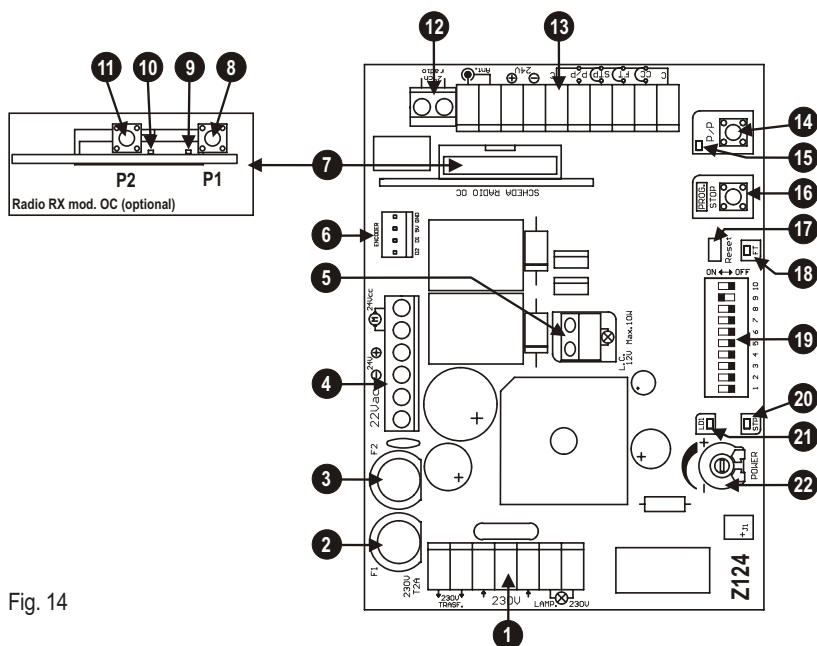
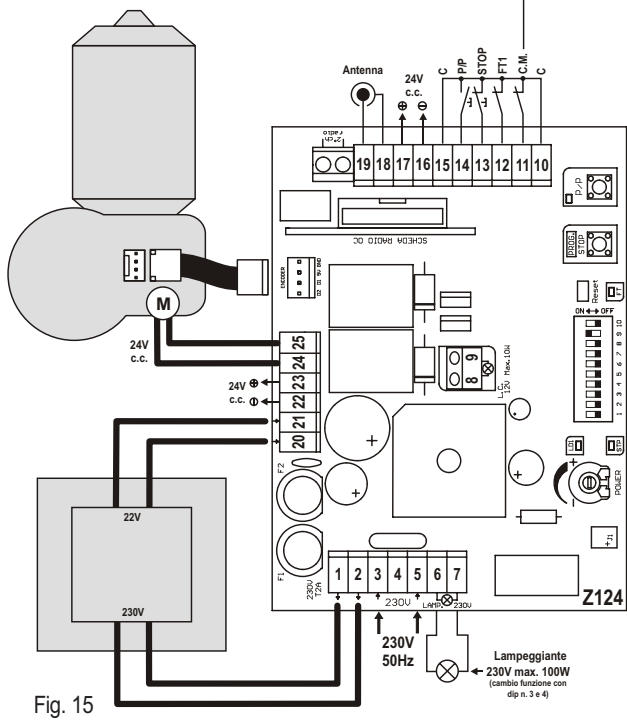

Fig. 14
Fig. 15
DESCRIZIONE DELLE PARTI (fig. 14)
- 1) Tenendo premuto il pulsante PROG. effettuare un reset cortocircuitando col cacciavite il jump Reset (part. 17 di fig. 14).
- 9) Per tornare al funzionamento normale eseguire un reset della centrale (cortocircuitare il connettore, part. 17 di fig.14)
Durante la fase di apprendimento si azionerà più volte il tasto **P/P** (part. 14 di fig. 14), in alternativa si può usare il comando **P/P** (morsetto 14, fig. 15) oppure il trasmettitore radio memorizzato sul primo canale del ricevitore.
- **Rallentata** se il dip 9 è in posizione ON (part. 19 di fig. 14).
- 2) Tenendo premuto il pulsante PROG effettuare un reset cortocircuitando col cacciavite il jump Reset (part. 17 di fig. 14).
✓ Se la centrale arresta il motore prima della chiusura, ripetere la programmazione aumentando la potenza (part. 22 di fig. 14).